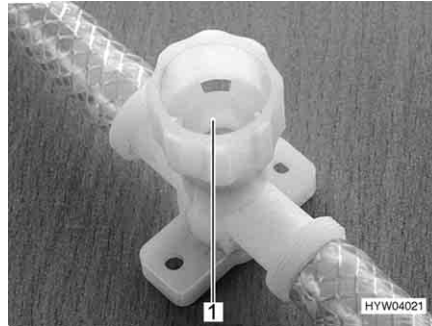

Bild 125 Avtappningskran för varmvattenaggregat
- Stäng alla avtappningskranar. Vrid då locken (Bild 125,1) medurs.
- Öppna alla avtappningskranarna till varmvattenaggregatet. Vrid då locken (Bild 125,1) moturs.